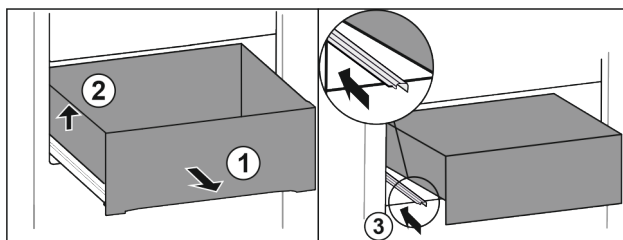

Fig. 159
- ▶ Vytáhněte zásuvku až na doraz. Fig. 159 (1)
- ▶ Nadzvedněte zásuvku vlevo. Fig. 159 (2)
- ▶ Zasuňte levou kolejničku. Fig. 159 (3)